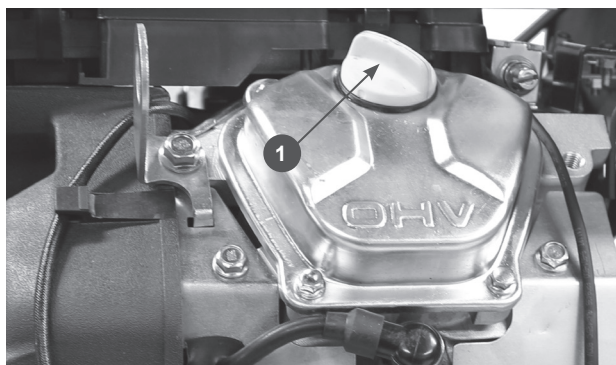

Рис.7
Отверстие для заливки масла находится на крышке клапанов и закрыто пробкой (1) Рис.7